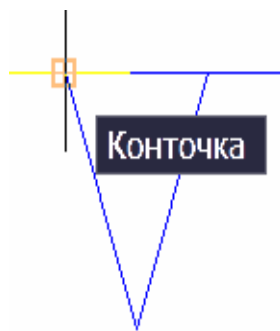

Рис. 2.26
- с помощью привязки **Конточка (Endpoint)** указать первую точку (рис. 2.26);